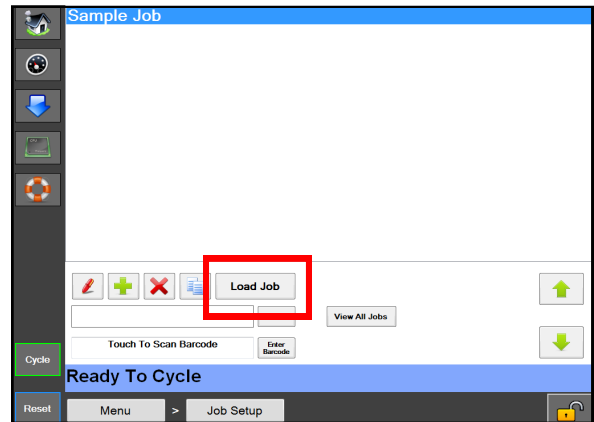

图 5-3C。加载作业按钮。
5. 按加载作业按钮。这样可将突出显示的作业发送到 PLC，并将标签（如果适用）发送到打印机。图 5-3C。